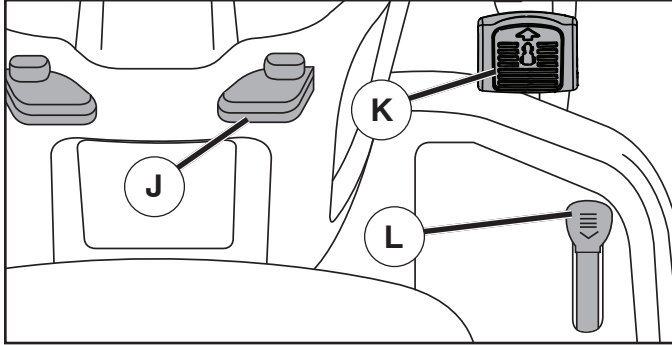

Fig. 20
MOVERSE HACIA ADELANTE Y HACIA ATRÁS (Vea Fig. 20)
- Apretar lentamente el pedal marcha adelante (K) y atrás (L) para iniciar el movimiento. Más se aprieta el pedal y mayor es la velocidad.
UTILIZAR EL MANDO CRUCERO (J) (See Fig. 20)